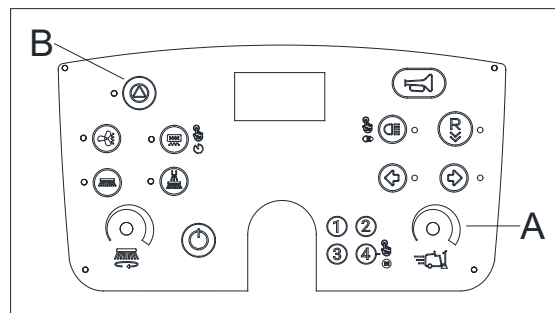

Figure 17
2. Diminuer la vitesse de conduite à l'aide du bouton de réglage de la vitesse (A, figure 17).
3. Appuyer sur le bouton de démarrage (B, figure 17) puis sur la pédale d'accélérateur pour allumer la brosse principale pendant environ 1 minute.